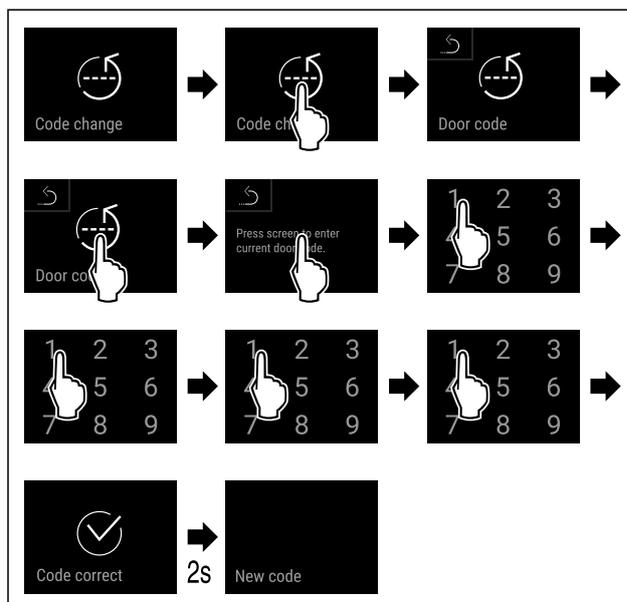

Fig. 91
► Handlungsschritte (siehe Fig. 91) durchführen.